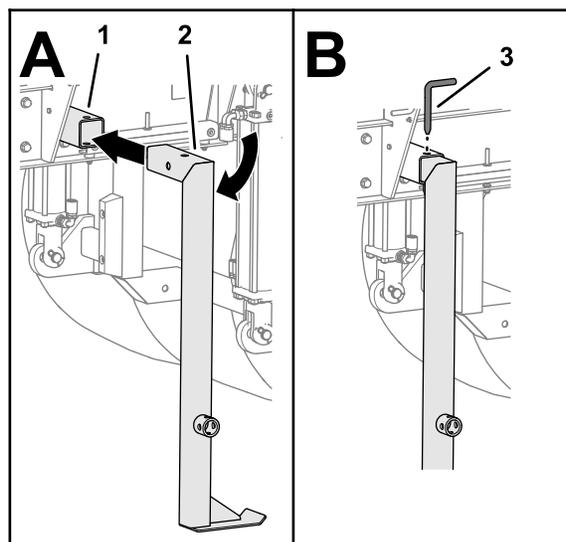

Рисунок 23
5. Поверните опорную лапу заднего домкрата вниз и вставьте ее в трубу опорной лапы (**Рисунок 23**).
6. Совместите отверстия в опорной лапе домкрата и трубе и закрепите опорную лапу домкрата пальцем (Рисунок 23).